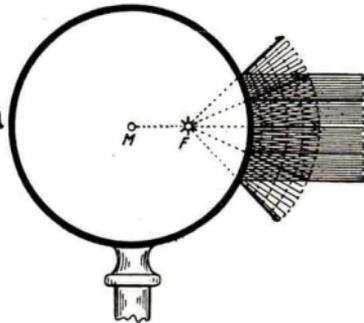

Abb. 234. Sonnenbildchen in F
4. Leite die Hohlspiegelgleichung aus Abb. 234 ab! [Anleitung: $\triangle ABM \sim \triangle A'B'M$; also $G : G' = (a - f) : (f - b)$; da nun auch $G : G' = a : b$, so folgt $(a - f) : (f - b) = a : b$ usw.]
a) Scheint die Sonne auf die Gartenkugel (sie sendet darauf parallele Strahlen), so sieht ein seitlich aufgestellter Beobachter in der Gartenkugel ein winziges Sonnenbildchen F (Abb. 234), aber nicht im Kugelmittelpunkt M , sondern im Halbmessungspunkt F des nach der Sonne gerichteten Halbmessers. Miß dieses nach!
b) Der Lehrer kann dieses künstlich nachmachen, indem er aus einem Projektionsapparat parallele Strahlen auf eine Gartenkugel schickt. Die auftreffenden Strahlen werden von F aus zurückgeworfen (Abb. 234).